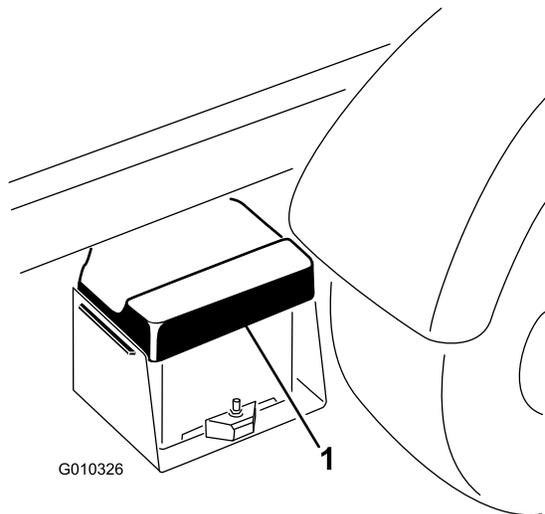

Figura 47
1. Aperte a tampa da bateria para libertar as patilhas da base da bateria. Retire a tampa da bateria da base (Figura 47).